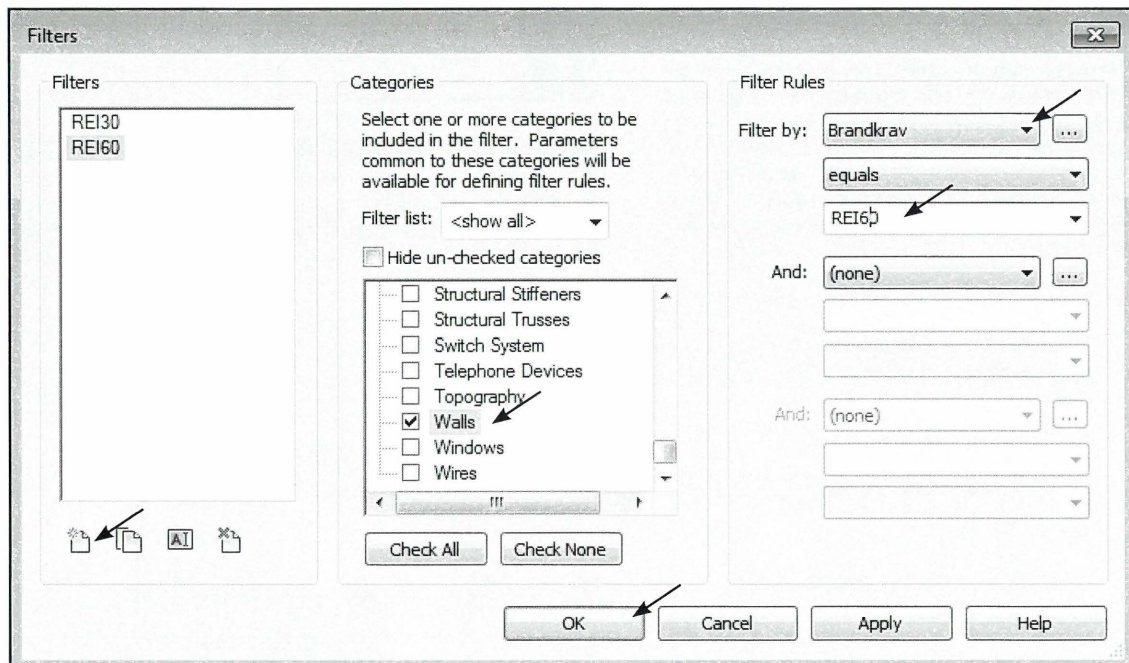

Fig. 13.10. Opret også en der hedder REI60.
- Find **Walls** på listen under **Categories**, **Brandkrav** på listen ud for **Filter By** og skriv **REI60** under **equals** (Fig. 13.10).